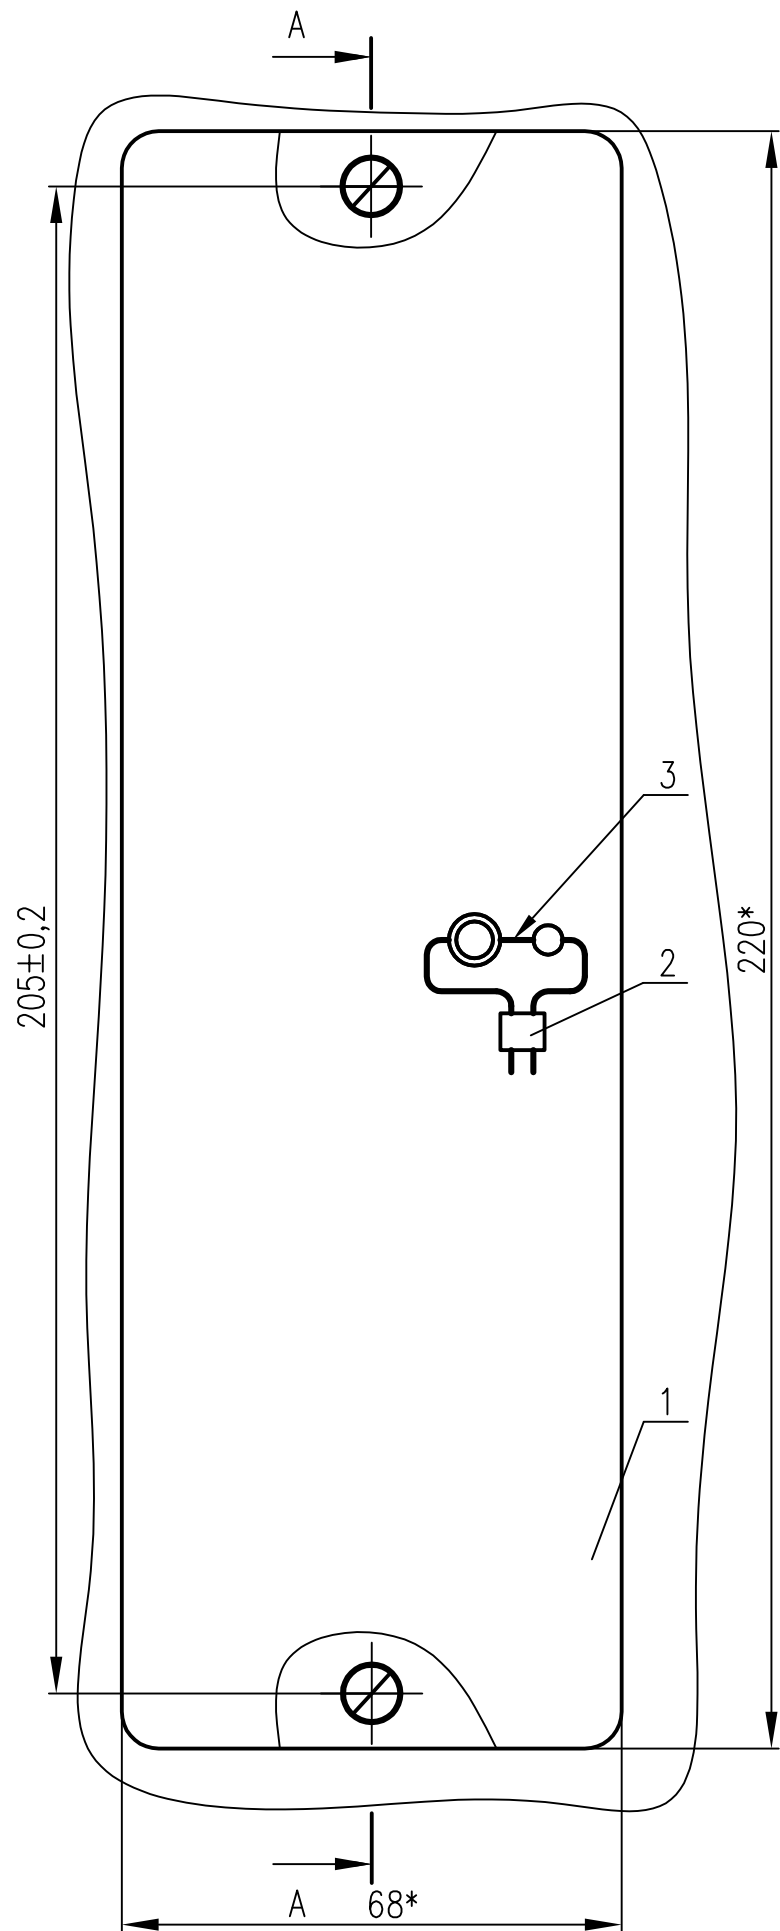

Рис. 1
Остальное см. рис. 1
- по рис. 1 в металлической стене выполнить 2 отв. $\varnothing 4,2$ мм;